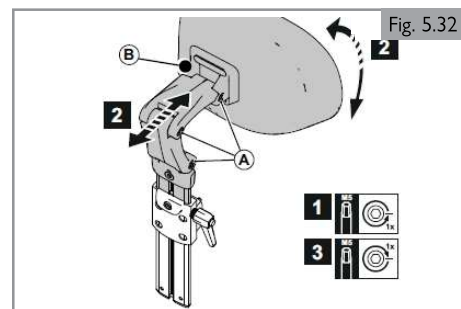

Fig. 5.32
**Posición del reposacabezas (Fig. 5.32)**
1. Afloje (A) una vuelta.
2. Ajuste (B) en la posición deseada.
3. Apriete (A).